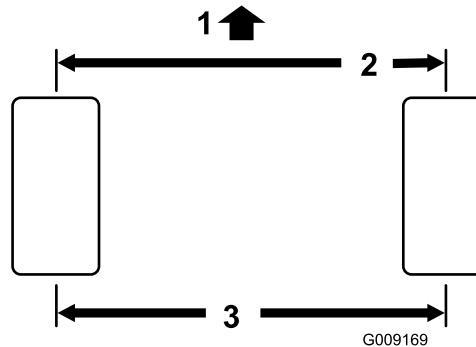

Bild 91
- Messen Sie den Abstand vorne und hinten an den Lenkreifen Mitte-zu-Mitte (auf Achshöhe). Der Wert für vorne darf höchstens 3 mm kleiner sein als der Wert für hinten (Bild 91).